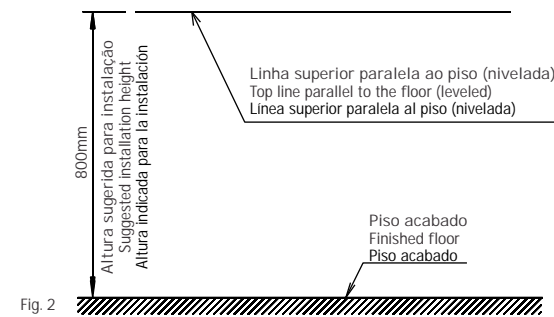

Fig. 2
- 2** Traçar uma linha superior paralela ao piso - 800mm (Sugestão de medida de instalação). (conforme fig.2).
Draw a top line parallel to the floor - 800 mm (Suggested installation dimension). (As shown in fig. 2.)
Hacer una línea superior paralela al piso - 800mm (Indicación de medida de instalación). (conforme fig.2).